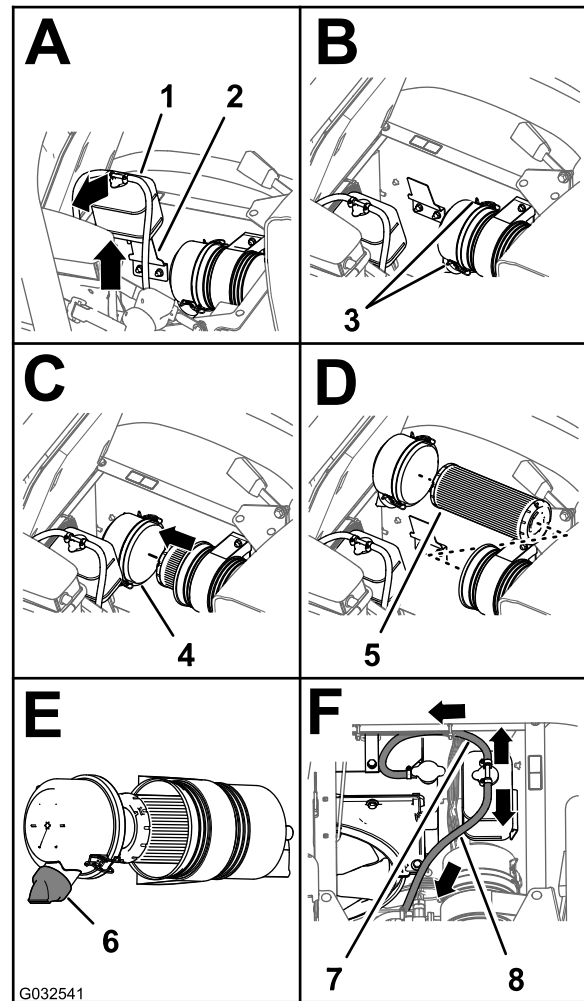

Bild 69
3. Heben Sie den Kühlmittelüberlaufbehälter hoch und von der Behälterstützhalterung ab (Bild 69).
4. Lösen Sie die zwei Riegel, mit denen der Staubdeckel am Luftfiltergehäuse befestigt ist (Bild 69).
6. Wischen Sie die Innenseite des Staubdeckels, des Luftfiltergehäuses und des Staubventils mit einem feuchten Lappen ab (Bild 68 und Bild 69).
7. Setzen Sie den neuen Luftfiltereinsatz in das Luftfiltergehäuse ein (Bild 69).
8. Setzen Sie die Abdeckung auf das Luftfiltergehäuse und befestigen die Abdeckung mit den zwei Riegeln (Bild 69).
Hinweis: Stellen Sie sicher, dass das Staubventil zwischen der 5-Uhr- und 7-Uhr-Stellung ist (aus Sicht vom Ende) (Bild 69).
9. Fluchten Sie den Kühlmittelüberlaufbehälter mit der Behälterstützhalterung aus und setzen den Behälter fest ein (Bild 69).
Wichtig: Stellen Sie sicher, dass der Druckbegrenzungsschlauch nach vorne und unten und der Behälterentlüftungsschlauch nach hinten verlegt ist, wie in Bild 69 abgebildet.